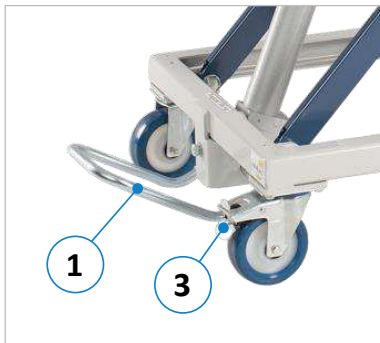

Abbildung 6: Fußbügel und Bremse
Vor dem Verfahren des Hubtisches sind die beiden Bremsen (3) auf der Längsseite zu lösen (siehe ⇒ Abbildung 6 auf der nächsten Seite). Danach kann er an den gewünschten Ort gefahren werden. Vor Beginn der Arbeit mit oder auf dem Hubtisch die beiden Bremsen (3) wieder feststellen.